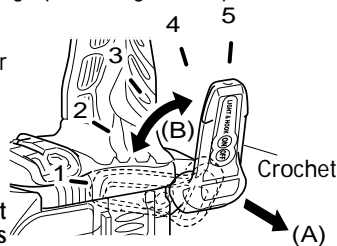

Fig. 2
- (1) Ouverture du crochet
- (a) Tirer le crochet vers soi dans le sens de la flèche (A), et le tourner dans le sens de la flèche (B). (Fig. 2)